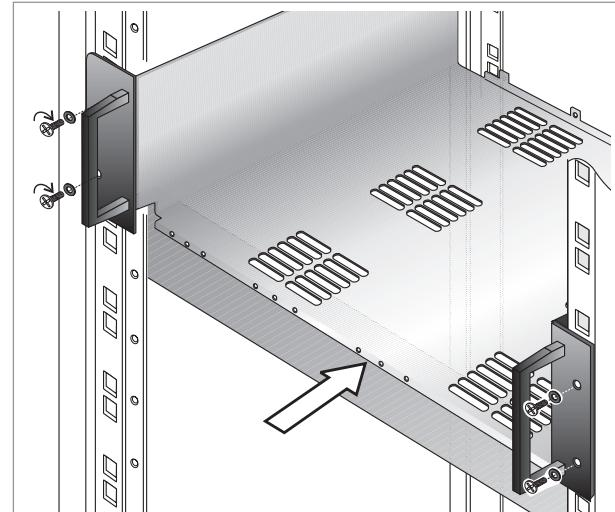

Fig. 2.1.4
2. Insert the modules-cage as shown in Figure 2.1.4, securing it to the rack by means of the screws provided for this purpose.
- Introduire le support comme indiqué à la figure 2.1.4, et le fixer au rack à l'aide des vis prévues à cet effet.
- Den Korb einsetzen, wie in Abbildung 2.1.4 dargestellt und das Rack mit den beiliegenden Schrauben befestigen.
Fig./Abb. 2.1.4